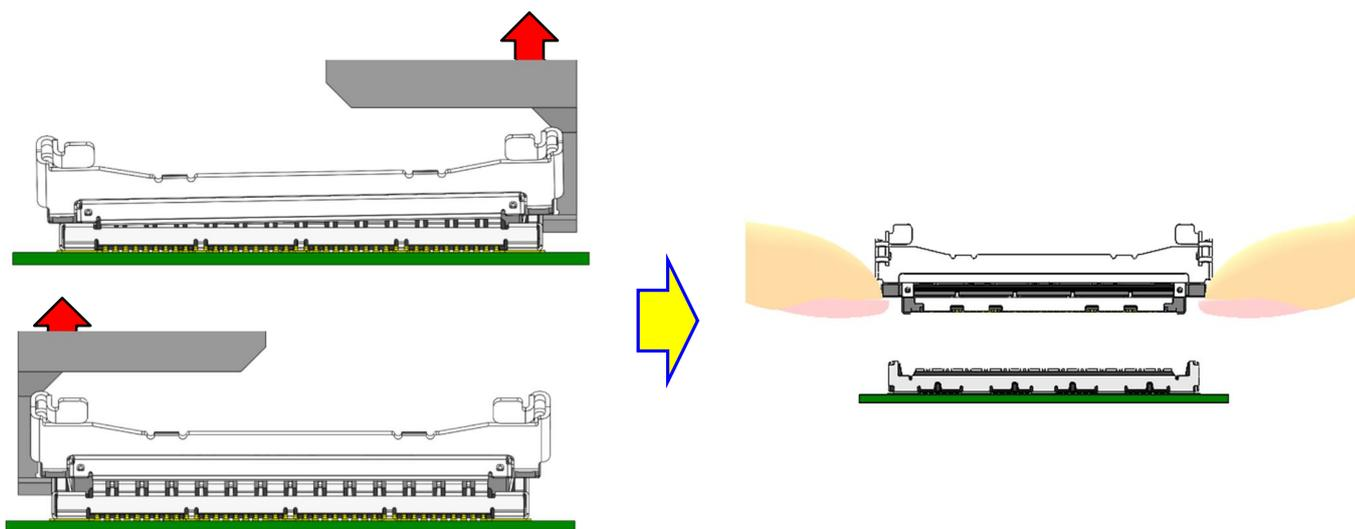

Fig.17
- ⑤ 基板と垂直に治具を引き上げコネクタを抜去します。(Fig.17)